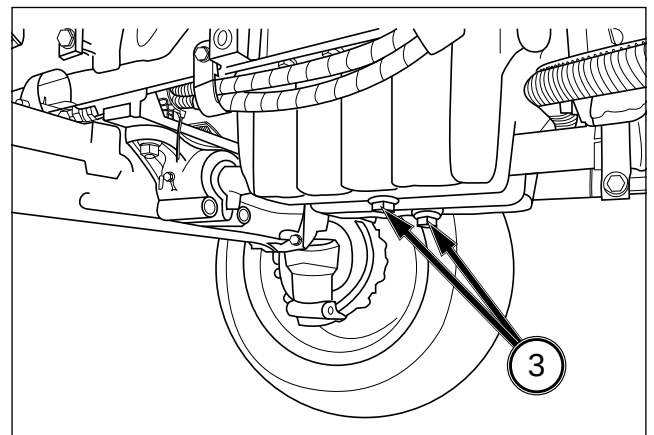

FIG. 84
FIG. 84 : Pour vidanger l'huile moteur - Utilisez le tracteur jusqu'à ce que l'huile soit suffisamment chaude. Retirez le bouchon de vidange (3) du moteur et laissez s'écouler toute l'huile.